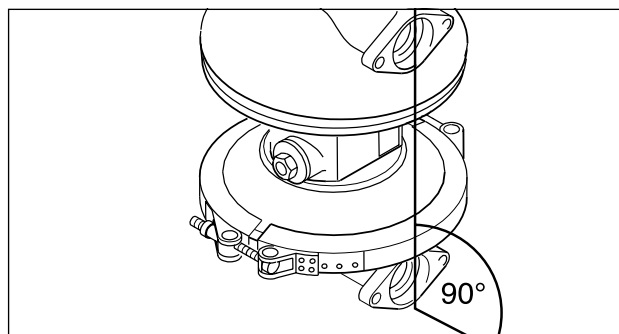
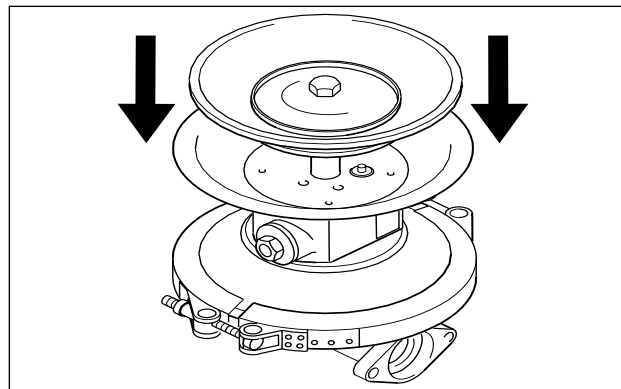

Рис. 7: Выравнивание насосных камер
Рис. 15: Монтаж второй насосной камеры
- Сборка насосной камеры: Монтаж диафрагмы, фиксация винтами внешней тарелки диафрагмы в соответствии с «Моменты затяжки» Раздел 11. Насосные камеры должны принципиально монтироваться у диафрагмы, находящейся у места всасывания (вдавить тарелку диафрагмы в воздушную камеру) (рис. 15). Затяните стяжной хомут или монтажный фланец. Аналогично смонтируйте вторую диафрагму. Фланцевые поверхности корпуса насоса должны находиться на одной прямой (рис. 7).